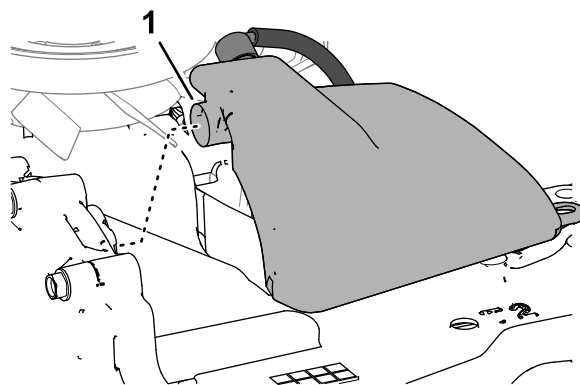

Figure 59
3. Déposez le vase d'expansion de la boîte-pont (Figure 59).